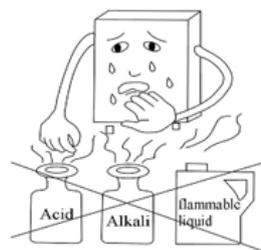

Fig.18
- No almacene productos inflamables, explosivos o volátiles cerca del calentador de agua. (Fig. 18)